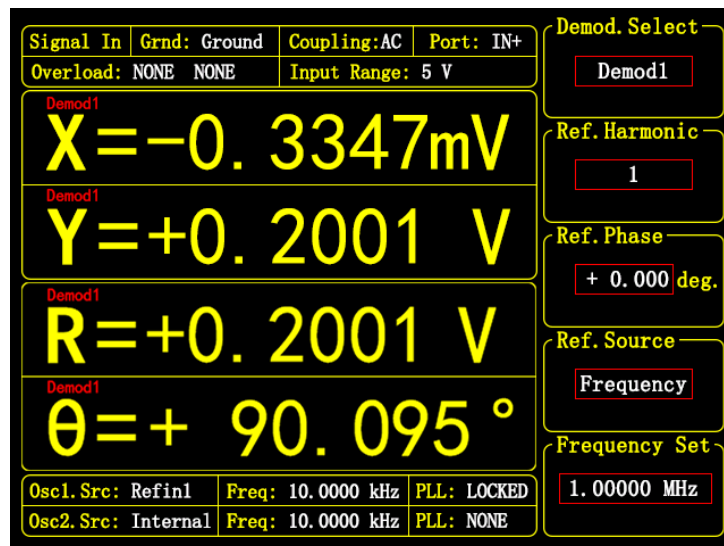

图 51. <Frequency> 模式界面
- <Frequency> : 设置当前解调器的参考基准源为任意频率。此模式界面如图51示。